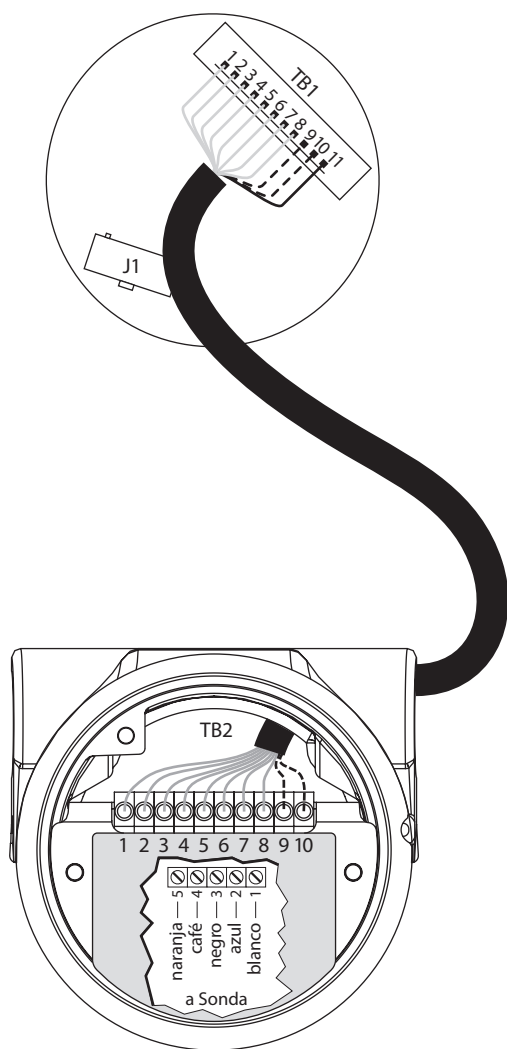

Figura 10
La cubierta de sonda contiene una tarjeta remota con bloques terminales para facilitar el cableado entre la sonda y la electrónica. Se requiere un cable de interconexión blindado de 8 hilos (Belden 8104) o de 10 hilos (Belden 8305) desde la cubierta de sonda hasta el instrumento. Vea la Figura 10 para las conexiones de cable dentro de la cubierta de sonda y cableado remoto desde la cubierta de sonda hasta la electrónica.
5. El cableado de la sonda se hace a TB1 en el mismo lado que la tarjeta de circuito de lazo de energía. Vea Figura 10.